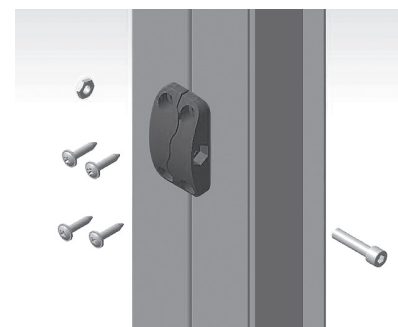

Рис. 5 Крепление наружной межсекционной стяжки
4. Болтами М8×35 с потайной головкой под шестигранный ключ (входят в комплект поставки), соединить секции при помощи предустановленных наружных межсекционных стяжек. (рис. 5).